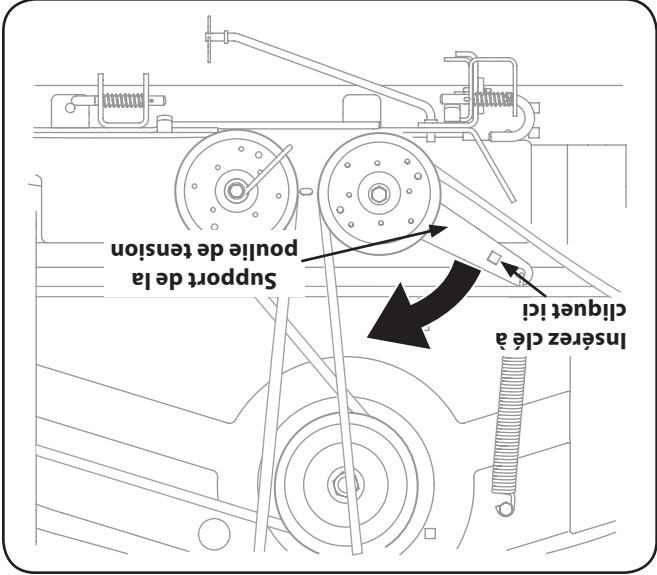

Figure 7-3
5. Sortez la goupille de support du plateau de coupe pour décaler le plateau de la tringle de relèvement. Voir la Figure 7-3.